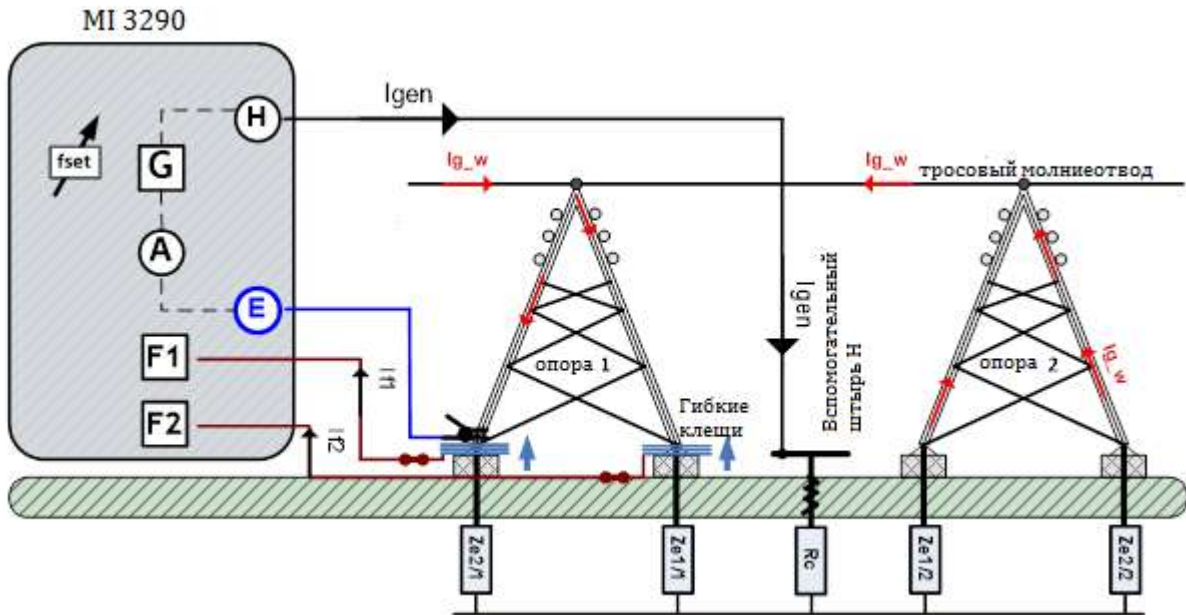

Рисунок 11.71: Пример проверки провода заземления опоры
- Соберите схему согласно рис. 11.71.